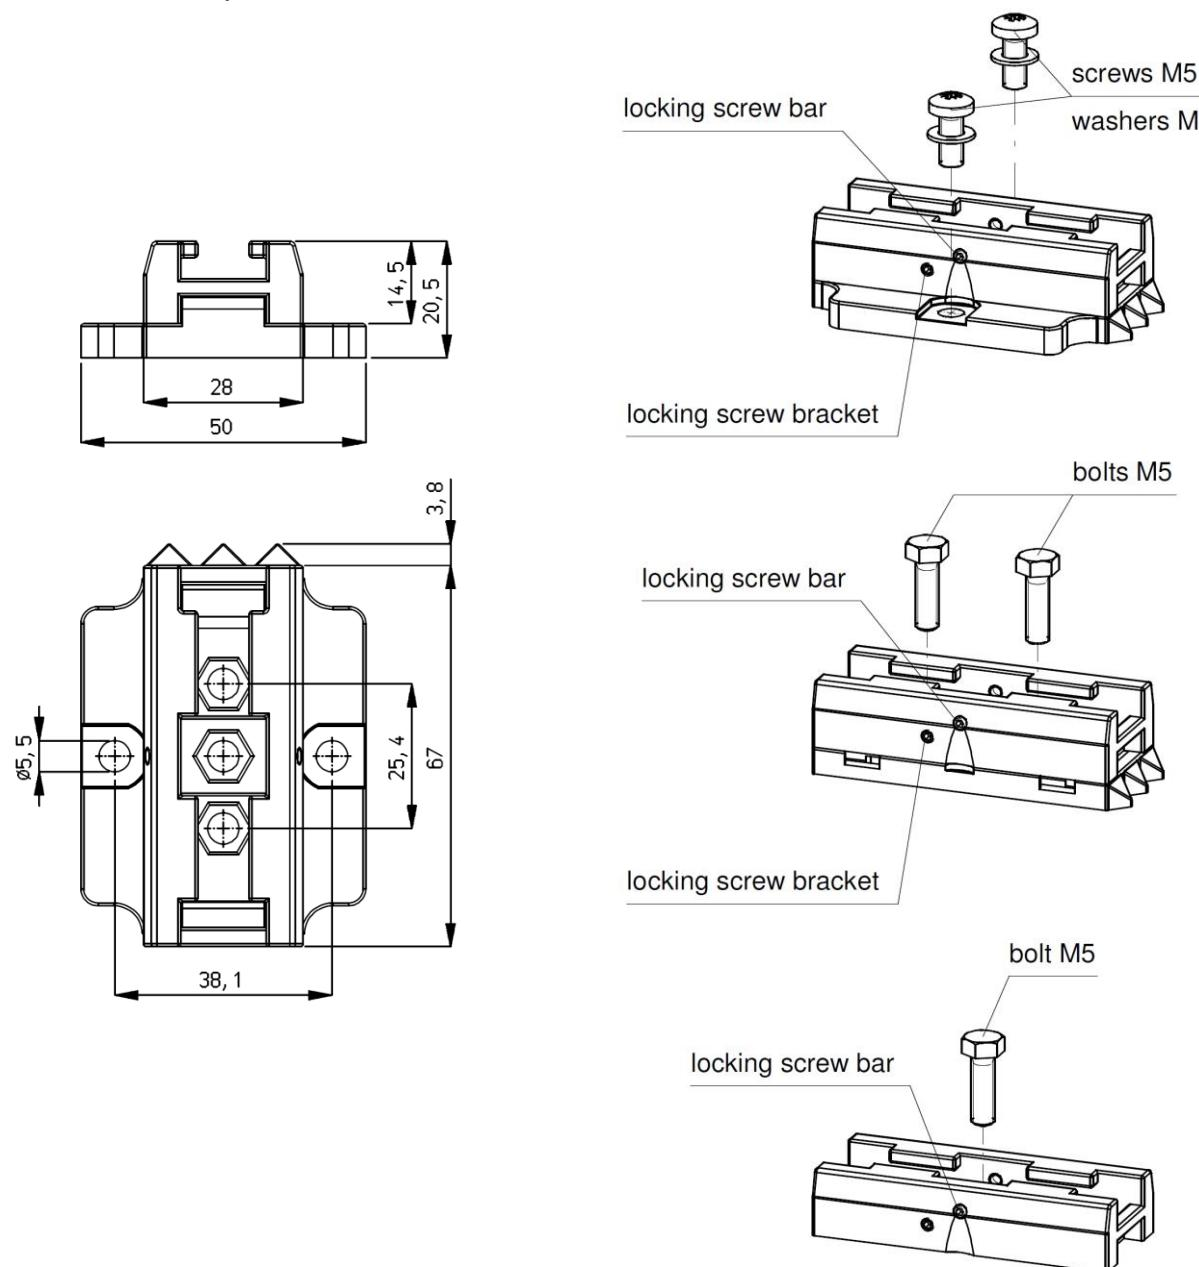

Afbeelding 3: Optimale positie Performax IQ Easy en Performax IQ Easy Speed en optionele Sensor IQ Easy staaf
- Geleidende machinedelen in de buurt van de ionisatiestaaf beïnvloeden de werking nadelig. Voor een optimaal resultaat moet de ionisatiestaaf gemonteerd worden volgens afbeelding 3.